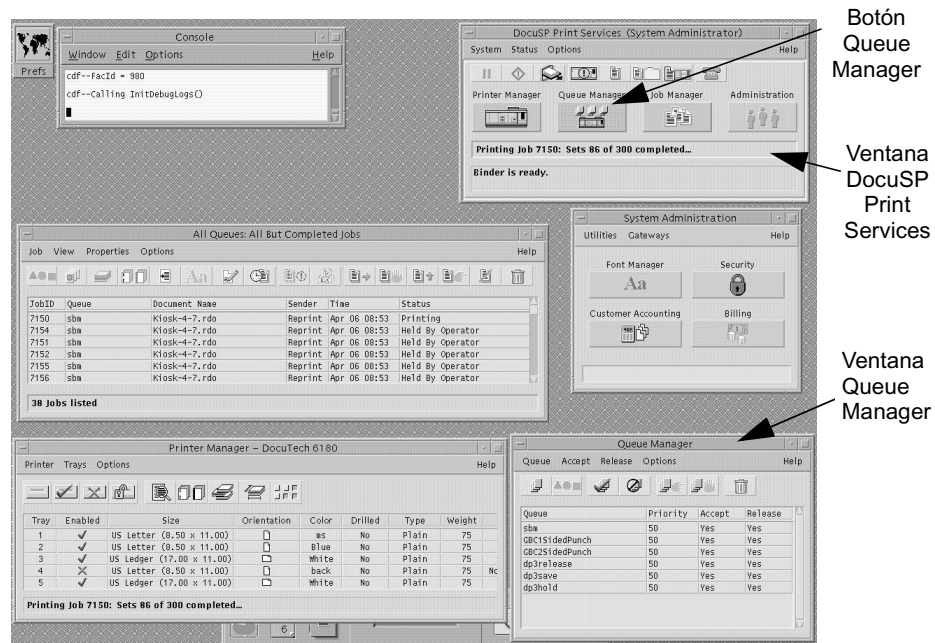

Figura 1-15: Pantalla del monitor 61XX y ventana Queue Manager
- 1 En la pantalla del monitor 61XX, vaya a la ventana **Queue Manager (Administrador de colas)**, que aparece abierta en la figura 1-15. Si no está abierta, vaya a la ventana DocuSP Print Services y haga clic en el botón Queue Manager.